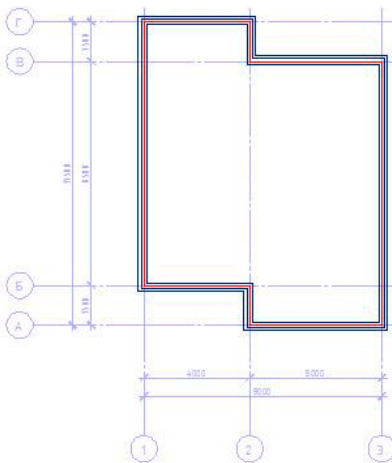

Рис. 7.1
1. На плані першого поверху будинку побудувати зовнішню багатшарову стіну згідно з рис. 7.1.